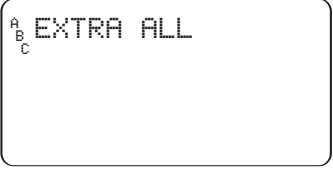

Figura 17:
3. Continuare a premere il tasto **NEXT** (Avanti) fino a visualizzare “**A B C Extra All**” (Irrigazione aggiuntiva per A B e C) [Vedere la Figura 17]